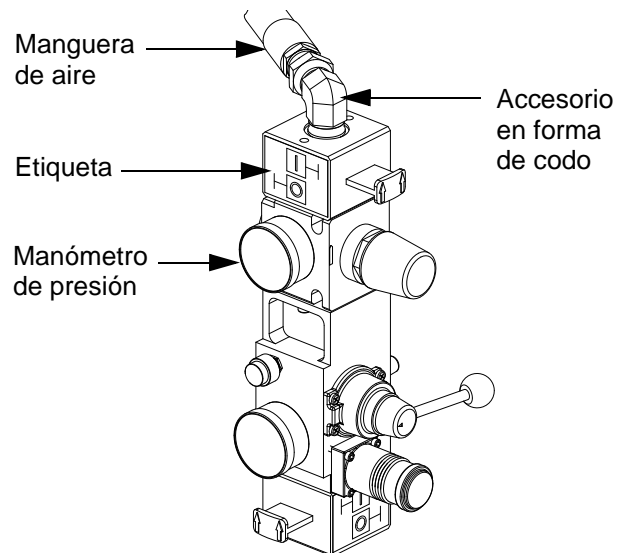

FIG. 15: Conjunto de control de aire
- b. Retire la etiqueta de la válvula deslizando el motor neumático. Consulte la FIG. 15.
- c. Instale el conjunto de la válvula de aire sin ajustarlo (3). Engrase la junta tórica incluida en el conjunto de la válvula de aire. Instale la junta tórica y luego termine de instalar el conjunto de la válvula de aire. Ajuste con un tornillo.
- d. Instale la nueva etiqueta de la válvula deslizante del motor neumático incluida en el conjunto de la válvula de aire. Consulte la FIG. 15.
- e. Recubra el manómetro con la cinta de PTFE y luego reinstale. Utilice una llave para ajustar. Consulte la FIG. 15.
- f. Recubra la unión giratoria (32) con la cinta de PTFE. Instale el accesorio y la manguera de aire en la parte trasera del nuevo conjunto de la válvula de aire. Utilice dos llaves para ajustar.
- b. Retire la etiqueta de la válvula deslizante del motor neumático. Consulte la FIG. 15.